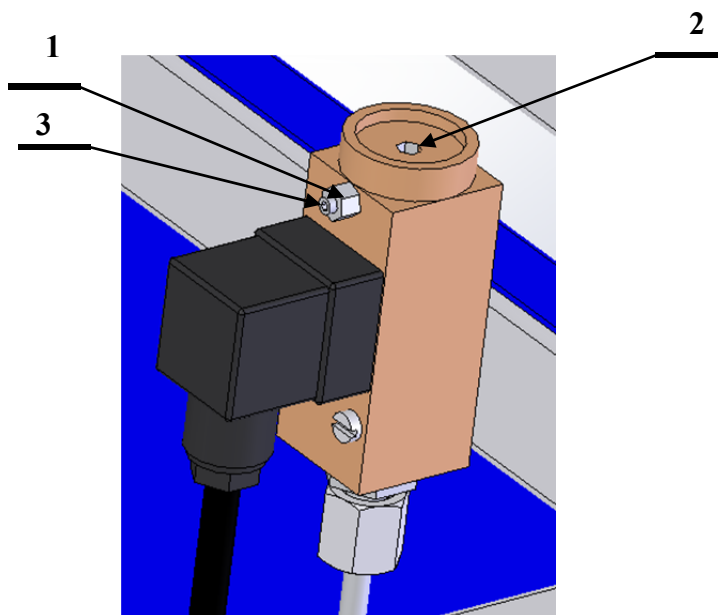

Рисунок 12 - Реле давления
- устройство автоматического отключения компрессора при достижении конечного давления (реле давления) рисунок 12;
Устройство автоматического отключения компрессора при достижении конечного давления (рисунок 12) представляет собой реле давления.
При росте давления происходит сжатие пружины реле и, при достижении рабочего давления, размыкаются нормально замкнутые контакты, включенные последовательно в цепь управления компрессором. При этом прерывается цепь управления и компрессор останавливается. Для настройки нужного давления отключения на реле давления имеется регулировочный винт 2 (рисунок 12), который фиксируется стопорным винтом 3 с контргайкой 1.